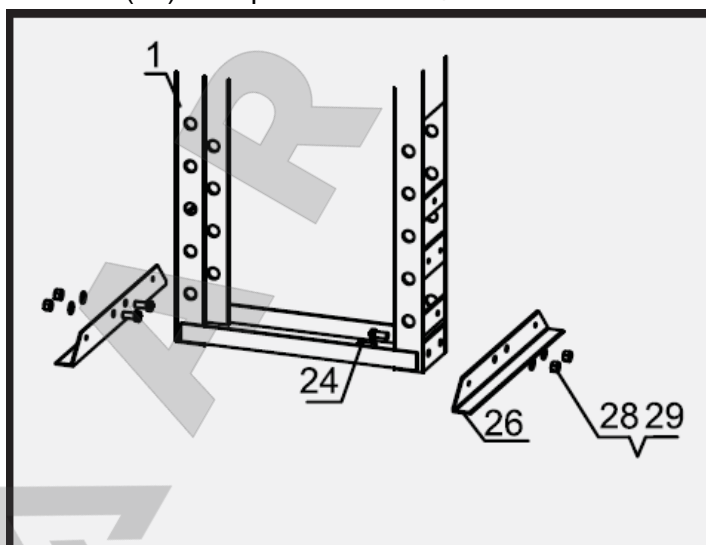

Рис.1
2. Установите стойки рамы пресса (1) в вертикальное положение. Установите опорные уголки (26) под стойками рамы. Совместите отверстия и вставьте болты (24) через стойки рамы и опорные уголки, закрепите соединение шайбами (28) и гайками (29). См. рис. 1.